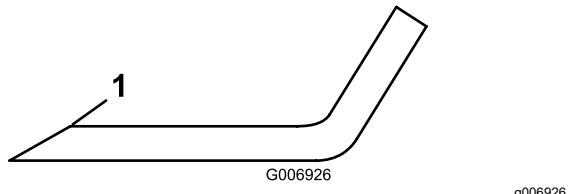

Рисунок 68
- сохраняйте первоначальный угол заточки (Рисунок 68).
6. Если нож затупился или имеет зазубрины, заточите только верхнюю режущую кромку, сохраняя первоначальный угол заточки (Рисунок 68).